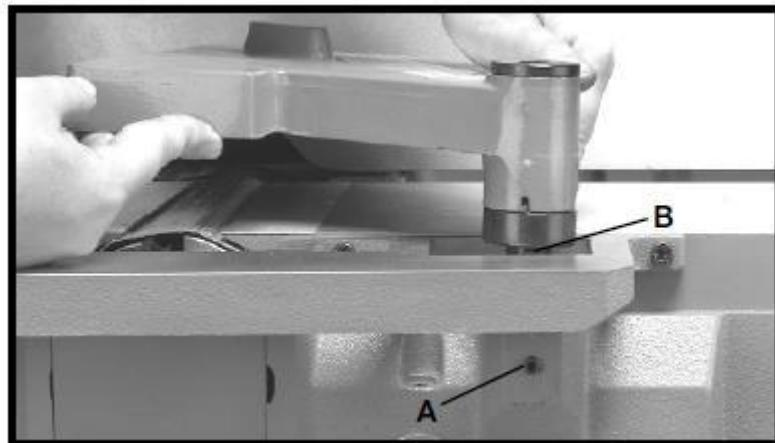

Рис. 13
Ослабить винт (A), рис. 13. Вставить стойку (B) ограждения режущего вала в отверстие подводного стола и затянуть установочный винт (A) на лысце стойки (B).